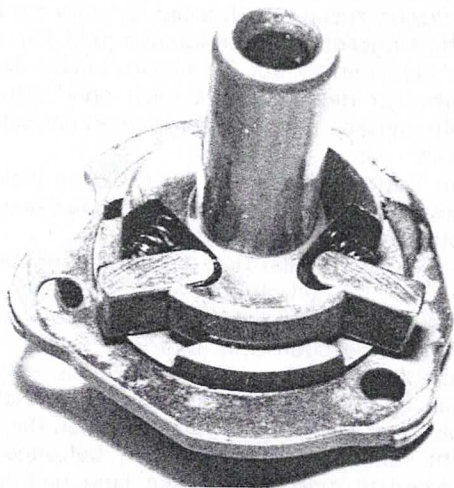
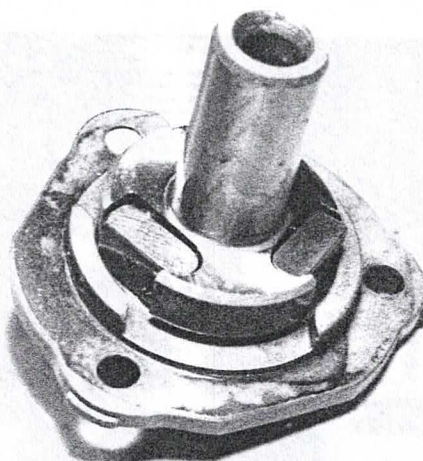

Bild 71
Bild 72
- Die Schaltklinken so einsetzen, wie Bild 71 zeigt, dann die Klinken nach innen drücken und den Schalthebel so drehen, dass sie von der Schulter festgehalten werden (Bild 72).